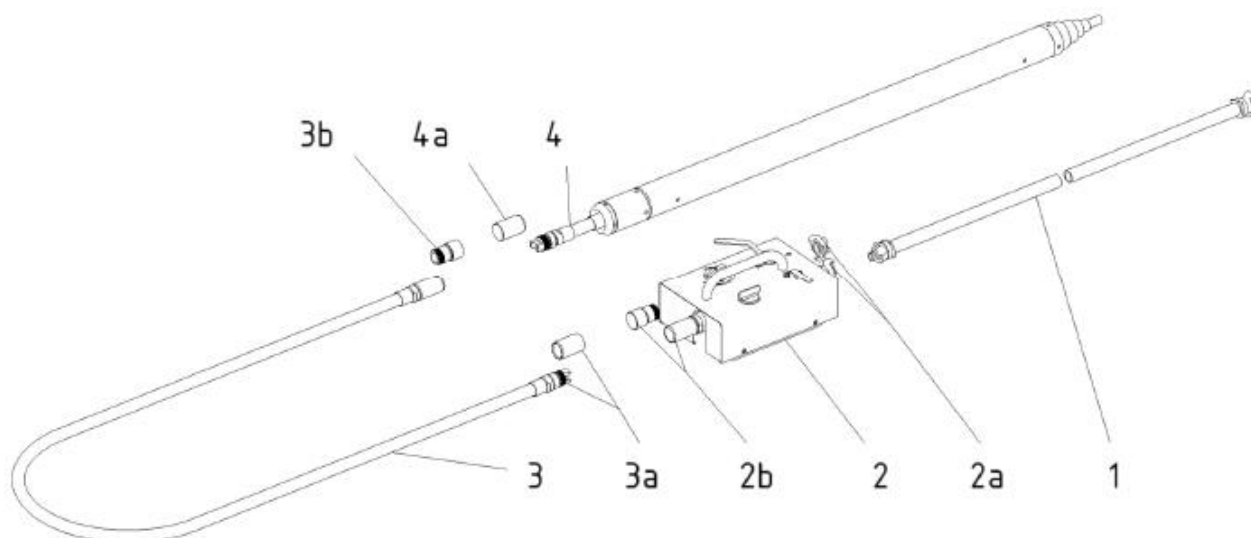

Figura 9.3.1.
Pentru a conecta furtunul de aer (Figura 9.3.1.), procedati dupa cum urmeaza:
- 1) Conectați furtunul de aer (consultați figura 9.3.1 - Conectarea Furtunului de Aer).
- 3) Pârghia de sens (direcție) de pe lubrifiant trebuie să fie în poziția Înainte (F).
- 4) Printr-o mișcare rapidă, deschideți supapa alimentării cu aer (2) de la lubrifiant în poziția maximă, pentru a pune în funcțiune racheta MAX la putere maximă.